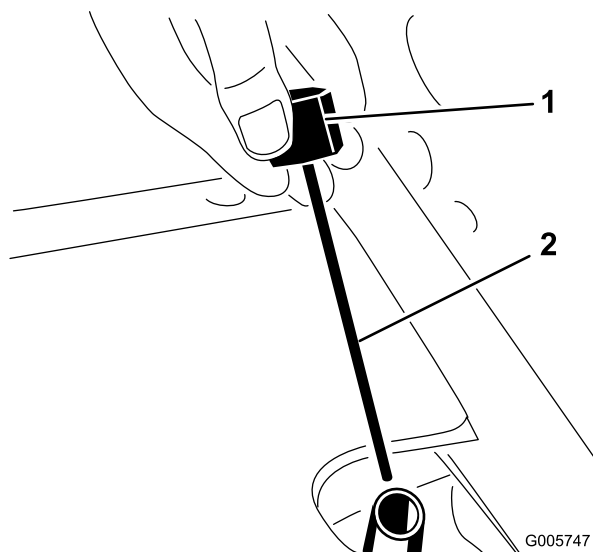

Figura 30
2. Desaparafuse a vareta (Figura 30) do tubo de enchimento e limpe-a com um pano limpo. Aparafuse novamente a vareta com a mão no tubo de enchimento. Retire a vareta e verifique o nível de fluido. Se o nível for inferior a 13 mm da ranhura da vareta (Figura 30), deverá adicionar óleo suficiente para elevar o nível de óleo até essa ranhura. O nível de óleo não deverá ultrapassar um 13 mm da ranhura.